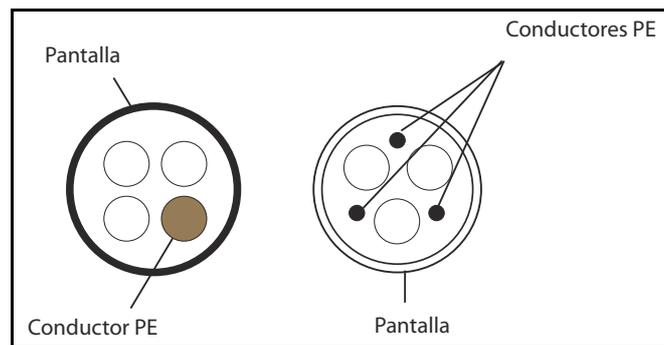

Figura 16. Ejemplo con cable trifásico.
- 2 = Cable de potencia simétrico provisto de hilo de protección concéntrico y diseñado para el voltaje específico de la red. (Se recomienda MCMK o similar). Consulte la Figura 16.
- 3 = Cable de potencia equipado con apantallamiento compacto de baja impedancia y diseñado para el voltaje específico de la red. (Se recomienda MCCMK, EMCMK o similares; con una impedancia de transferencia [1-30 MHz] de 100 mΩ/m como máximo). Consulte la Figura 16.